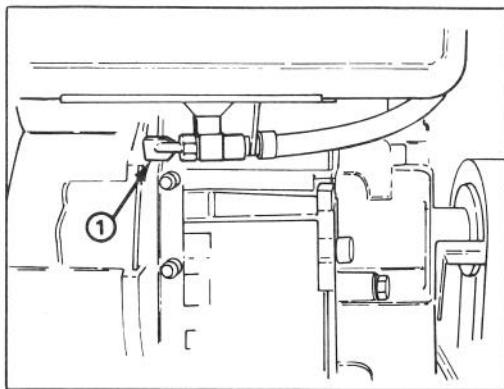

Abbildung 11
**Benzinhahn** (Abb. 11)—Der Benzinhahn befindet sich unten am Kraftstofftank. Den Benzinhahn schließen, um den Kraftstofffluß vom Kraftstofftank zu stoppen. Den Hahn öffnen, damit das Benzin in den Vergaser fließen kann. Den Benzinhahn schließen, wenn die Fräse nicht im Betrieb ist.
2. Den Benzinhhahn unter dem Kraftstofftank öffnen (Abb. 11).